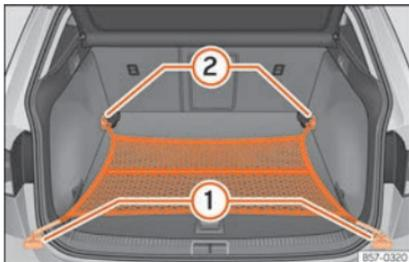

Fig. 133 Na bagageira: rede de separação engatada nivelada com o solo.
- Fixe os ganchos da rede nas argolas de fixação ① e ② »»» Fig. 133 »»» ⚠. O fecho de correr do saco deve ficar voltado para cima.